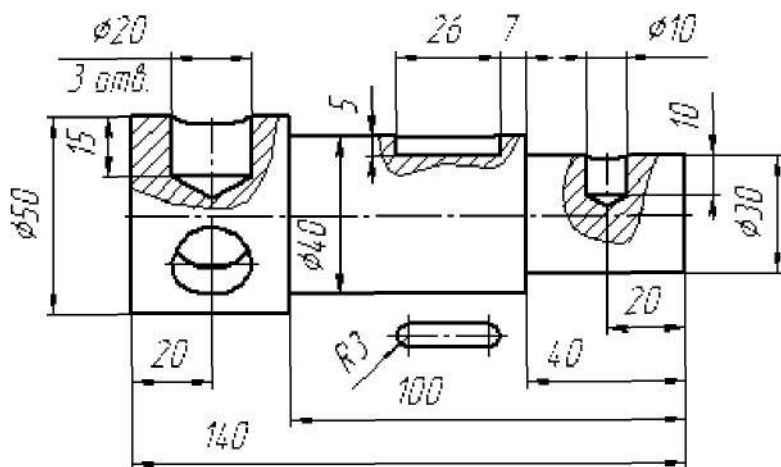
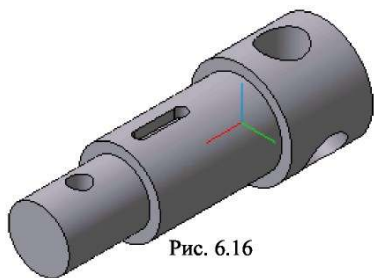
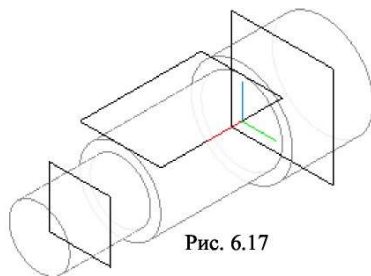

Рис. 6.15
Рис. 6.16
Рис. 6.17
На рис. 6.15 приведено изображение, на основе которого создана трехмерная модель детали (рис. 6.16).
1) Используя команды трехмерного моделирования в соответствии с исходными данными (рис. 6.15), создать модель ступенчатого вала (рис. 6.17).
2) Для формирования отверстий и углублений нужно создать эскизы в различных конструктивных плоскостях. Эти плоскости строим, используя команды  **Касательная плоскость** и  **Смещенная плоскость** (рис. 6.17). Смещенные плоскости должны быть параллельны координатной плоскости **XZ**.
5) Для отверстий выполняются эскизы с учетом последующей операции - операции вращения. Размеры и форму эскиза задать, используя чертеж детали (рис. 6.15).
8) Конечный вариант представлен на рис. 6.16, на котором модель затонирована.